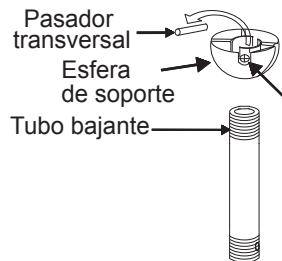

Fig. 8
**Paso 5.** Retira la esfera de suspensión del conjunto del tubo bajante bajante el tornillo de fijación, desenroscando y quitando el pasador transversal y desatornillando la esfera del bajante. (Fig. 8)